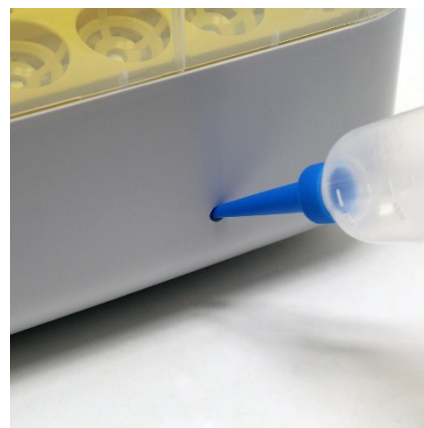

Fig. 3: abertura para el rellenado de agua.
- En cuanto la incubadora haya sido limpiada, usted puede rellenar los canales de su interior con agua. Tenga en cuenta que la humedad al principio del proceso de incubación debe ser bastante inferior a la del final del mismo. Rellene los surcos, por lo tanto, solo con un poco de agua al principio. Su incubadora cuenta con una pequeña abertura lateral (véase Fig. 3) a través de la cual puede rellenar agua si es necesario (cuando la humedad es demasiado baja). De este modo, usted no tendrá que abrir la tapa durante el proceso de incubación.